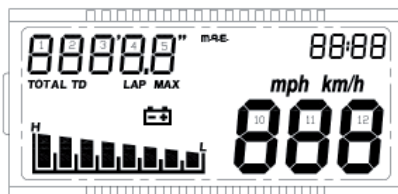

Fig. 18
- II[^] page (à chaque allumage de l'instrument): Contrôle de tous les segments de l'LCD pendant environ 3 sec. (fig. 18).